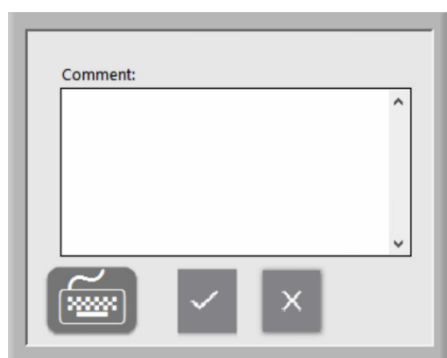

Figure 43 : fenêtre Commentaire
- Si vous le souhaitez, vous pouvez ajouter un commentaire dans le fichier Assay Results.pdf en appuyant sur le bouton **Add Comment** (Ajouter un commentaire). Cela ouvre une fenêtre Comment (Commentaire) dans laquelle vous pouvez saisir votre commentaire (Figure 43).